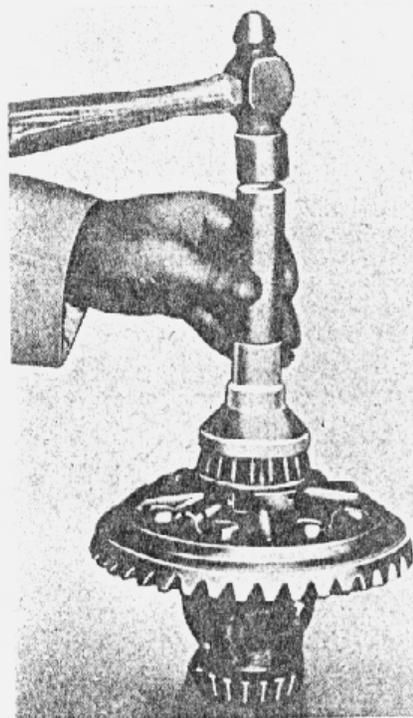

fig. 9 — instalação do rolamento
10. Montar os rolamentos novos, utilizando a ferramenta W-188, como mostra a fig. 9.